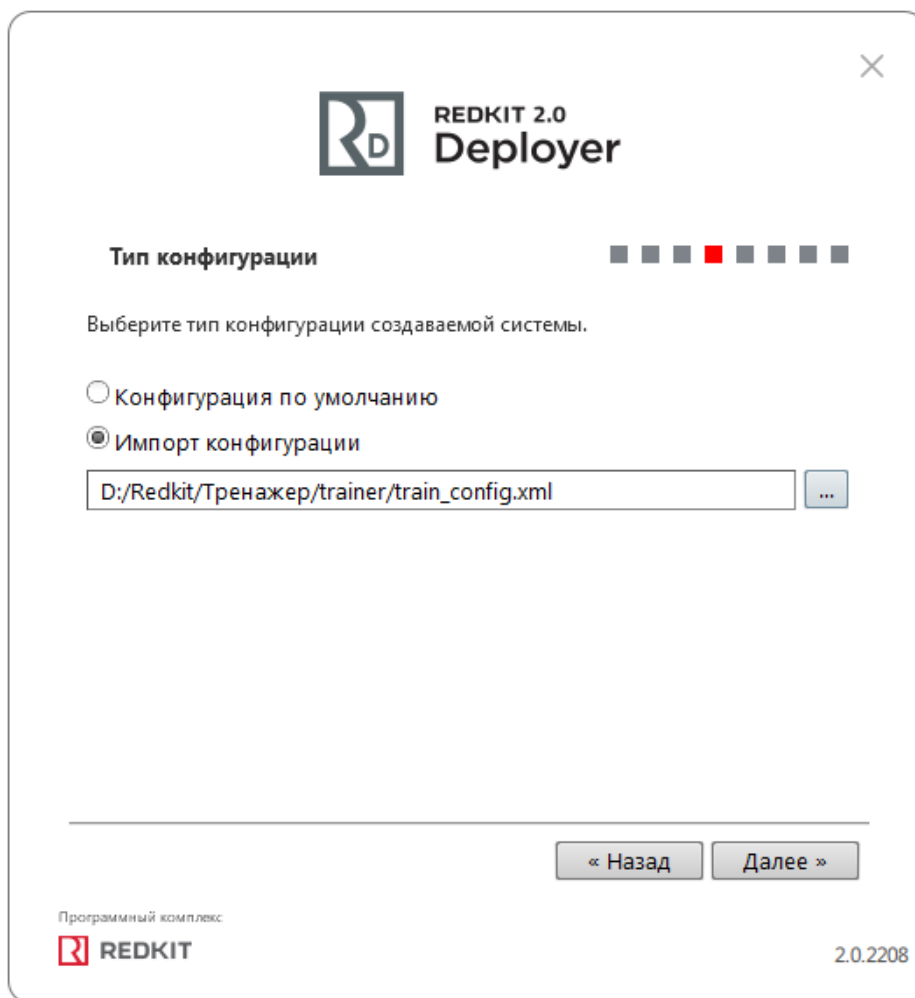

Рисунок 408 - Импорт конфигурации
1. На этапе выбора типа конфигурации выберите **Импорт конфигурации** и загрузите xml-файл конфигурации (Рисунок 408).